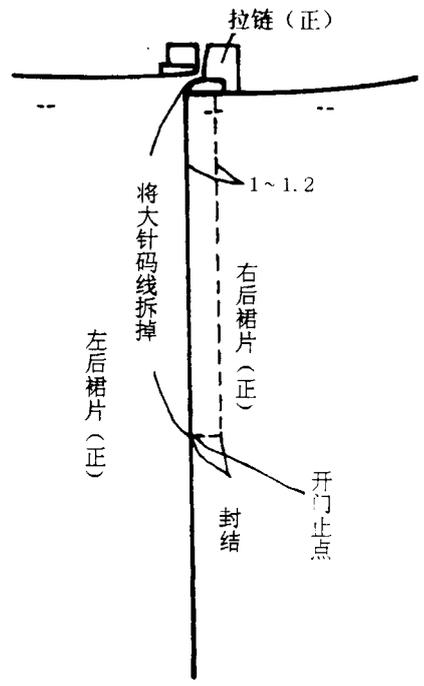

图2-8
8. 将右后裙片向右翻转, 再使其正面向上, 然后平行于后开门 1 至 1.2cm 宽车缝一道明线, 止点处横向车缝来回针封结。最后将大针码线拆掉。见图 2-8。